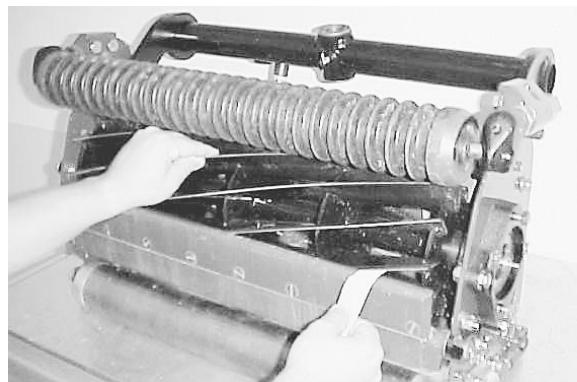

Figure 7
1. Tournez l'unité de coupe en arrière pour accéder au cylindre et à la contre-lame (Fig. 7).
3. Insérez une bande de papier journal de 3 cm perpendiculairement à la contre-lame et tournez lentement le cylindre dans le sens de la coupe pour vérifier si le cylindre coupe le papier. Procédez ainsi à chaque extrémité de la contre-lame (Fig. 7).